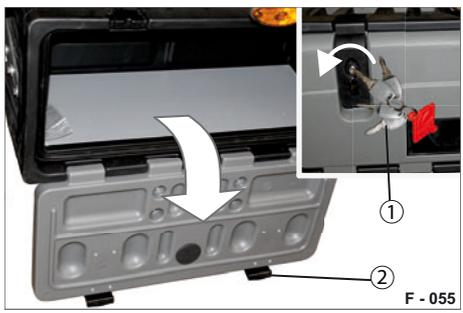

Abb. 70 Werkzeugkasten geöffnet
- ▶ Entfernen Sie die Abdeckungen (Abb. 68/2) von den Schloss-Zylindern und schließen Sie den Deckel (Abb. 68/1) mit dem Schlüssel (Abb. 70/1) auf.
- ▶ Ziehen Sie die Verschlüsse (Abb. 70/2) von unten heraus und schwenken Sie diese nach unten.
- ▶ Haken Sie die Verschlüsse (Abb. 70/2) von oben ein und drücken Sie diese unten nach. Der Deckel ist verschlossen.
- ▶ Schließen Sie mit dem Schlüssel (Abb. 70/1) ab und stecken Sie die Abdeckung auf die Schloss-Zylinder (Abb. 68/2) auf. Der Werkzeugkasten ist abgeschlossen und gesichert.